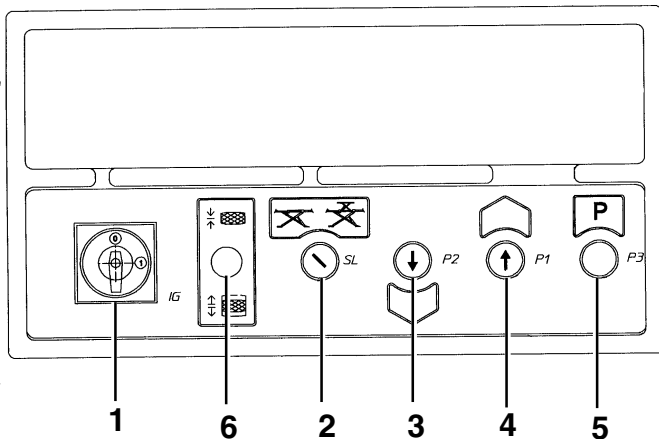

Fig. 38
**Salita.** (Rif. Fig.38) Interruttore generale (1) in posizione 1. Selettore (2): posizione 0 attivazione sollevatore principale. Selettore (2): posizione 1 attivazione sollevatore integrato. Premere il pulsante di salita (4) fino al raggiungimento dell'altezza voluta.
**Discesa.** Premere il pulsante di discesa (3) (il ponte sale brevemente per disinserire gli arpioni di arresto, poi scende).
**Stazionamento (\*).** Premere il pulsante (5).
**Up -** (Ref. Fig. 38) Master switch (1) in position 1.
**Heben.** (Zu Abb. 38). Hauptschalter (1) in Schaltstellung "1" setzen. Wählschalter (2): Schaltstellung "0" Inbetriebsetzung der Hebebühne. Wählschalter (2): Schaltstellung "1" descente.
**Bloccaggio dei percorsi di rotolamento mobili:** azionare il levier (2) per bloccare e sbloccare i percorsi di rotolamento mobili.
**Montée.** (Réf. Fig. 38) Interrupteur principal (1) sur la position 1. Sélecteur (2): position 0, actionnement de l'élévateur principal. Sélecteur (2): position 1, actionnement de l'élévateur intégré. Appuyer sur le bouton-poussoir de montée (4), jusqu'à obtention de la hauteur souhaitée.
**Descente.** Appuyer sur le bouton-poussoir de descente (3) (le pont se soulève légèrement pour dégager les griffes d'arrêt, puis descend).
**Stazionamento (\*):** appuyer sur le bouton-poussoir (5)
**Subida.** (Ref. Fig.38) Interruptor general (1) en posición 1.